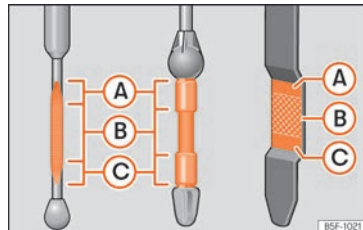

Abb. 213 Ölmesstab
»» **Abb. 213**. Füllen Sie gegebenenfalls Motoröl nach.
- Wenn der Ölstand mindestens den Bereich »» **Abb. 213 (B)** erreicht hat, vorsichtig den Deckel des Einfüllstutzens aufschrauben »» **ⓘ**.
Liegt der Ölstand über dem Bereich »» **Abb. 213 (A)**, starten Sie den Motor bitte nicht. Dies könnte zu einer Beschädigung des Motors und des Katalysators führen. Wenden Sie sich an einen Fachbetrieb.
Der Ölstand darf keinesfalls über dem Bereich »» **Abb. 213 (A)** stehen, andernfalls könnte Öl über die Entlüftung der Motorölwanne angesaugt werden und über die Abgasanlage in die Atmosphäre gelangen. »»